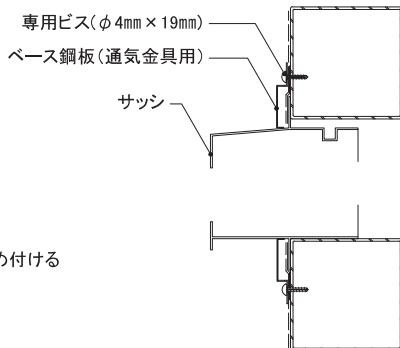

図2 ベース鋼板(通気金具用)の施工断面
- ジョイントカッタにニチハ外装用カッター(FX100A)をセットし、刃出し量20mm程度、モエン裏面から6.5mmの位置に調整し、墨出した位置にスリット加工を施してください。(図2参照)